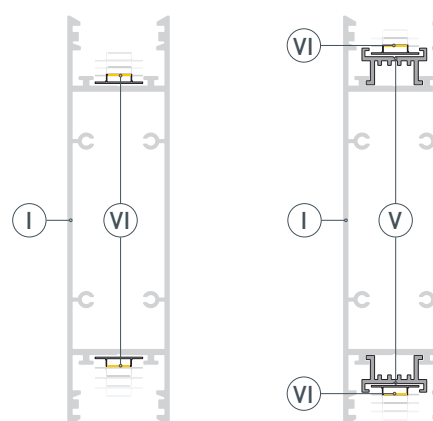

Рис. 2. Профиль с основанием для ленты
- 2 /** Установите в профиль Ⓘ светодиодные ленты Ⓦ на нижнюю и верхнюю площадки для лент. В случае установки профиля с асимметричным экраном необходимо установить основания для лент Ⓥ, как показано на рис. 2.